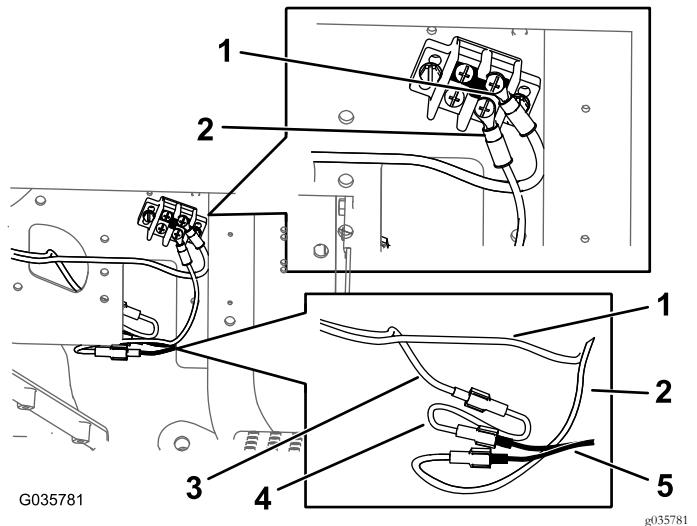

图15
- 将线束环形端子和接地适配器线束连接到地线盒图15。
- 将电源适配器线束连接至套件线束图15。